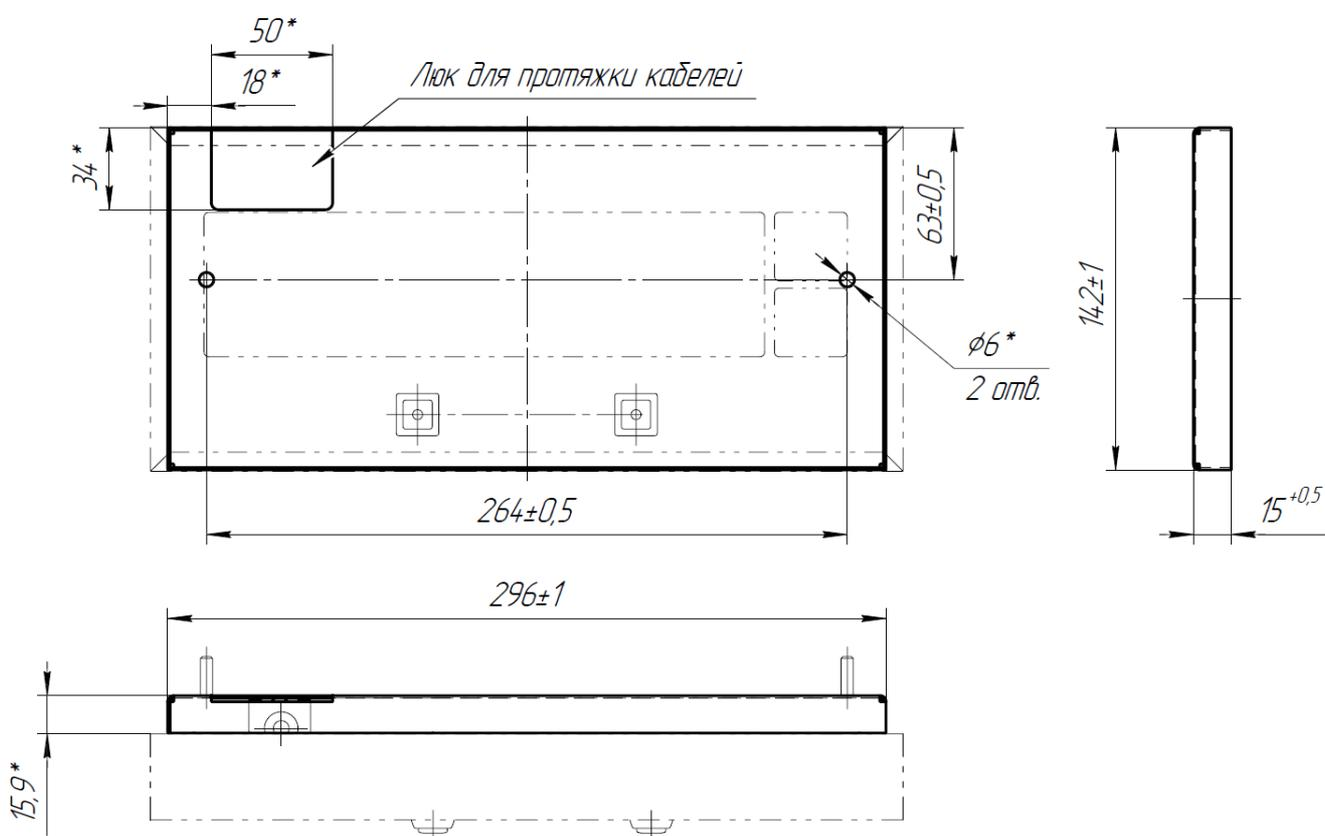

Рис.3 Кожух ПИи 48x12x4.75 АДБ.741120.038
4.4.1.2 Продеть кабели подключения через люк в кожухе (см. рис.3, 4)